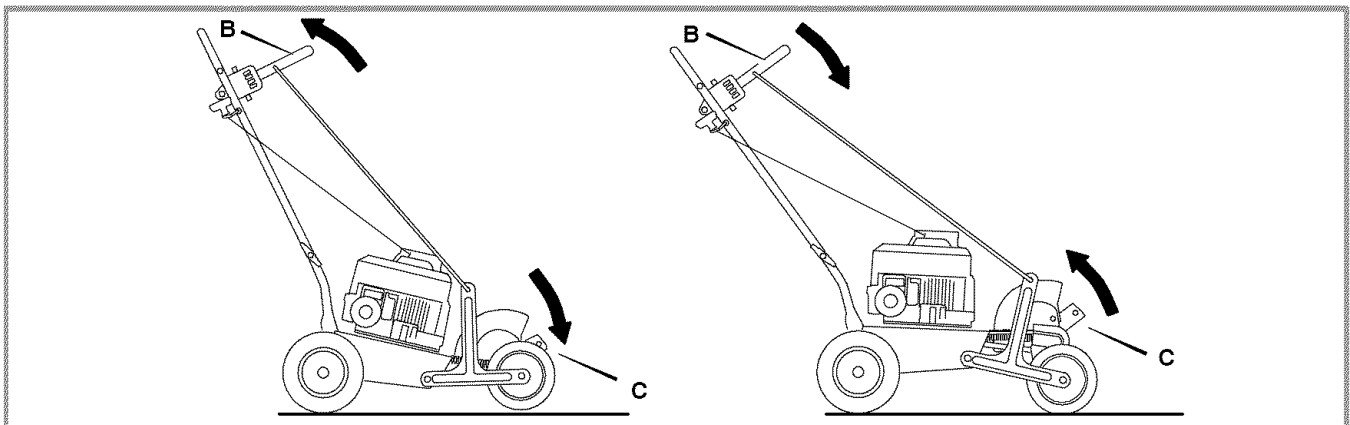

Figura 11: Control de profundidad
- 2 Para bajar la cuchilla de corte (C), jale la palanca de control de profundidad (B) hacia atrás. Para levantar la cuchilla de corte, empuje la palanca de control de profundidad hacia adelante (ver Figura 11).